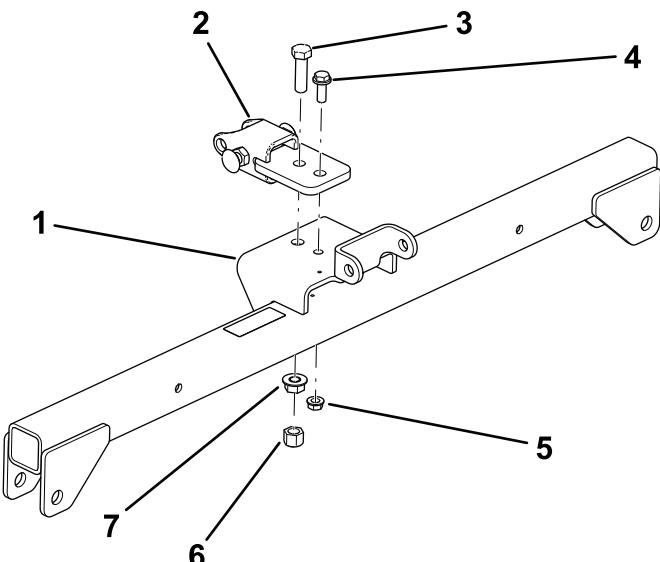

Рисунок 3
1. Свободно прикрепите буксировочную штангу к переднему отверстию в узле подвеса (Рисунок 3) с помощью болта ($\frac{1}{2} \times 1\frac{3}{4}$ дюйма), фланцевой гайки ($\frac{1}{2}$ дюйма) и шестигранной гайки ($\frac{1}{2}$ дюйма).